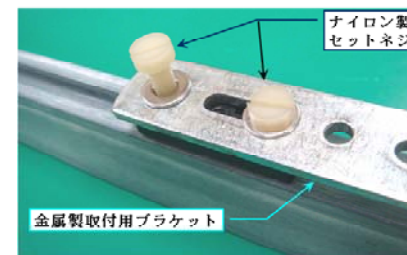

図7 ブルーバーR50の取付
- ブルーバーR50は、図7に示しますようにナイロン製ネジで金属製取付用ブラケットを固定して下さい。